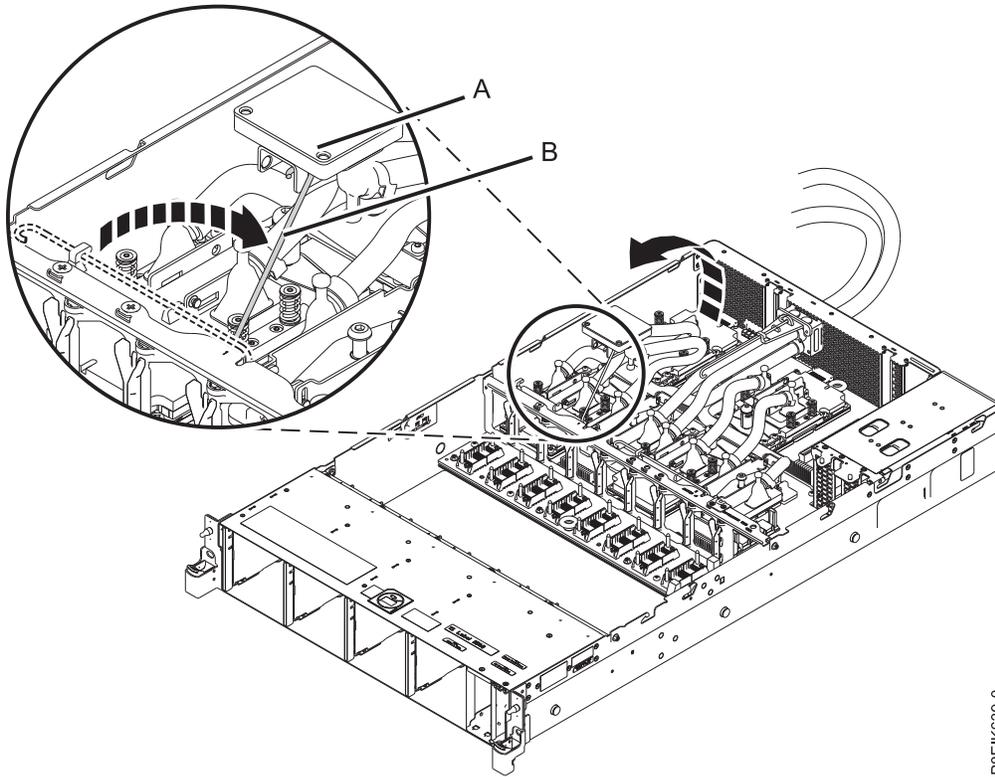

Figure 79. Retrait de la plaque froide et attache du crochet de service
- c. Soulevez la plaque froide (A) afin de la séparer du GPU que vous retirez et attachez-la au crochet de service (B), comme illustré figure 79, à la page 67.